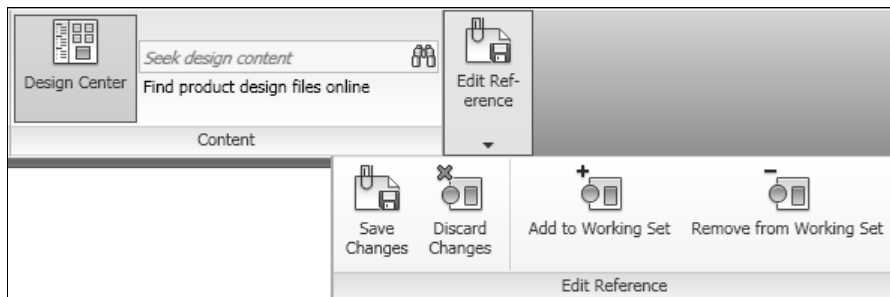

Рис. 18.9. Панель инструментов **Edit Reference** на вкладке ленты **Insert**
Линии текущего чертежа станут бледнее по отношению к линиям вставленного чертежа, а на ленте появится панель инструментов **Edit Reference** (Редактирование вхождений) (рис. 18.9).
- Для завершения редактирования щелкните кнопку **Save Changes** (Сохранить изменения) на панели инструментов ленты **Edit Reference** (Редактирование вхождений) (см. рис. 18.9).